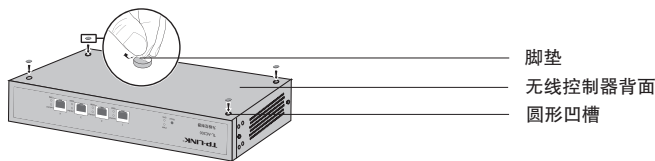

图2-1 桌面安装示意图
2. 逐个揭去4个脚垫的胶面保护纸，分别黏贴在位于机壳底部四角的圆形凹槽中；如**图2-1**所示；